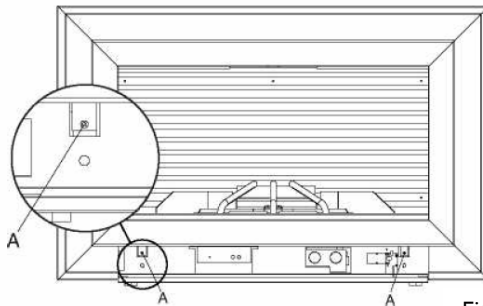

Fig. 3
- 1) Verwijder het voorfront door 2 schroeven A los te draaien. Deze bevinden zich achter de bedieningsdeur, die u kunt openen door erop te drukken. Til het voorfront iets op en neem het naar voren weg (zie fig. 3).